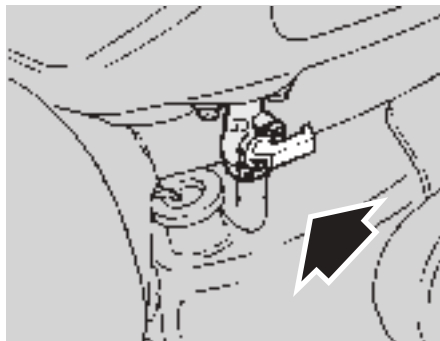

Fig. 27
- ♦ Gire la palanca del grifo del combustible en la posición "OFF" (Fig. 27).